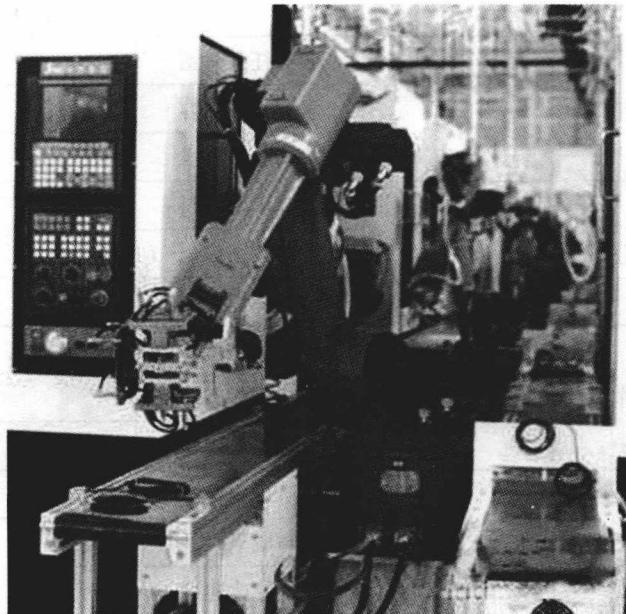

图 1-1 机器人生产线维修现场
(1) 2016 年, 在东莞劲胜现场一名技术人员在维修、调整机器人外部设备时, 机器人突然动作, 技术人员未来得及避让机器人, 被机器人压伤手臂, 如图 1-1 所示。